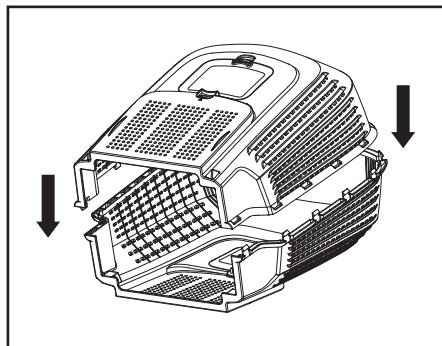
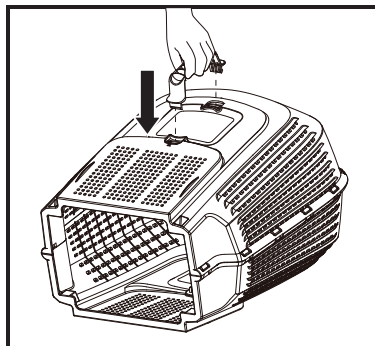

Fig. 4
Fig. 5
1. Encaixe a aba de borracha da rede da caixa de recolha de relva na bandeja de plástico da caixa de recolha de relva (Fig. 4). Insira a pega nos orifícios e certifique-se de que está firmemente no lugar (Fig. 5).